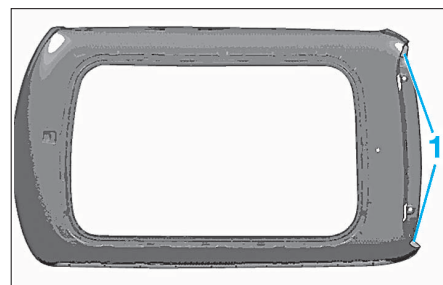

FIG. 46
- appliquer du produit d'étanchéité sur le côté intérieur de l'élément neuf dans la zone (1) (Fig.46).